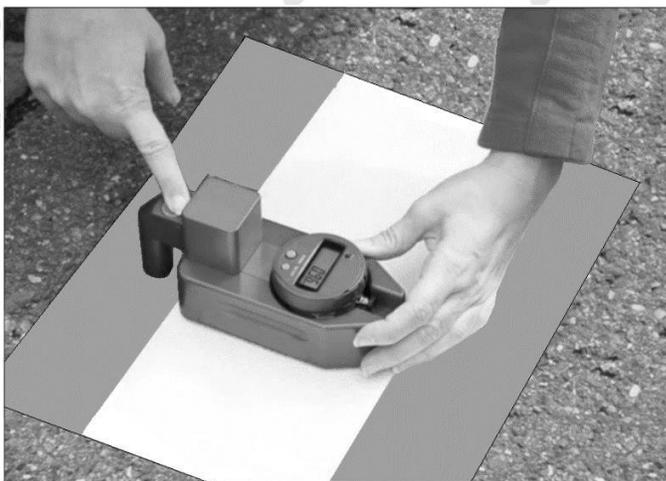

FIGURA 6.- Posicionamiento del micrómetro sobre la placa metálica con pintura en estado seco
- G.2.** Transcurridos 30 min o una vez que la muestra de pintura ha secado, se coloca el micrómetro sobre esta, asegurando que la palanca sobresalga del borde de la película de pintura, como se muestra en la Figura 6 de este Manual. Se presiona la palanca firmemente hasta que toque la placa metálica y se toma el valor de la lectura mostrada en la pantalla.